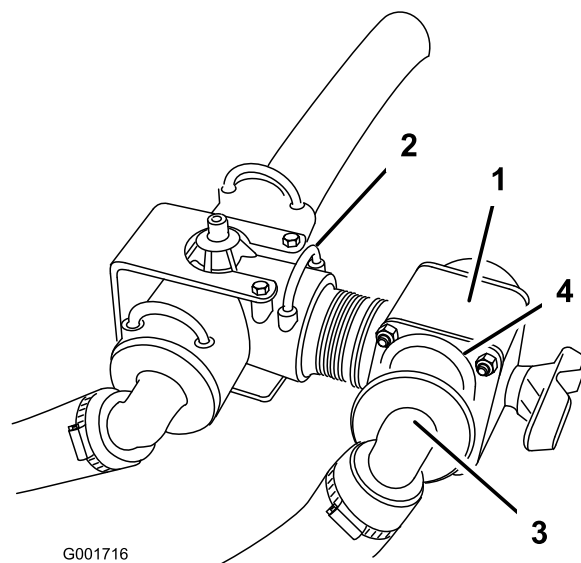

Figure 8
3. Posez le nouveau distributeur de commande dans l'orifice libre sur le raccord en T d'alimentation et fixez-le avec un nouvel étrier de fixation (Figure 8).
4. Raccordez le flexible d'alimentation de rampe à l'orifice ouvert sur le distributeur de commande et fixez-le avec la fixation retirée précédemment (Figure 8).